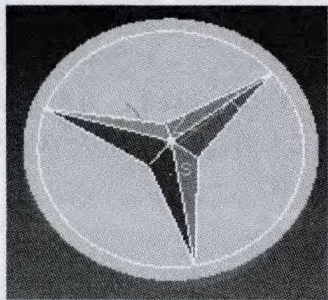

图 3 三角星曲面
7) 三角星曲面生成。通过“边界面”生成曲面, 将立即菜单设定为“三边形”, 用鼠标左键拾取每个角相邻的 2 条直线和角对应的直线, 共生成 6 个曲面。三角星曲面如图 3 所示。